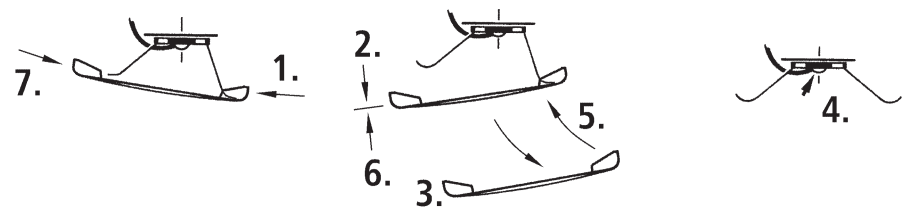
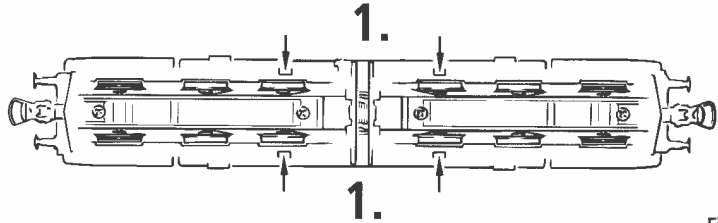

Fig. 6
Fig. 3c
**Mehrzugbetrieb:** Zuerst Lokgehäuse abnehmen (Fig. 3c). Danach den Brückenstecker aus der Schnittstelle entfernen (diesen sorgsam aufbewahren). Danach den Stecker des Steuerbausteins lagerichtig einsetzen (siehe Fig. 5).
**4. Kohlebürstenwechsel:** Lokgehäuse abnehmen (Fig. 3c). Danach wird der Motor ausgebaut und die Kohlebürsten ausgewechselt (Fig. 6).
First remove loco body (fig. 3c). Then remove the jumper from the interface.
**4. Carbon Brush Changing:** First remove loco body (fig. 3c), and then the motor (fig. 6).
Démontez la caisse (voir fig. 3c). Enlevez la fiche de shuntage de l'interface (à conserver!) et enfichez finalement la fiche du module de télécommande aux prises de l'interface. Veuillez à la position correcte de la fiche (voir fig. 5).
**4. Remplacement des balais du moteur:** Démontez la caisse (voir fig. 3c). Démontez ensuite le moteur et échangez le balais (fig. 6).
see } Fig.3c